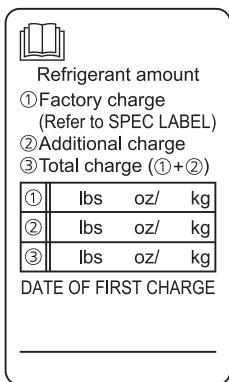

Fig. 1
- Consulte el apartado 1-3, cargue la cantidad prescrita de refrigerante adicional y registre la cantidad de refrigerante en la "Etiqueta de cantidad de refrigerante" (Fig. 1) si es necesario. Introduzca el refrigerante líquido con lentitud. De lo contrario, la composición del refrigerante en el sistema puede cambiar y afectar al rendimiento del equipo de aire acondicionado.